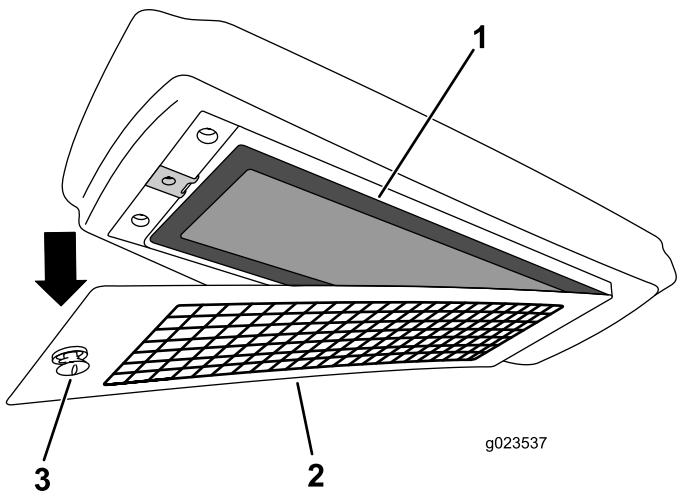

Рисунок 133
- Снимите воздушный фильтр с корпуса и замените фильтрующий элемент (Рисунок 133).